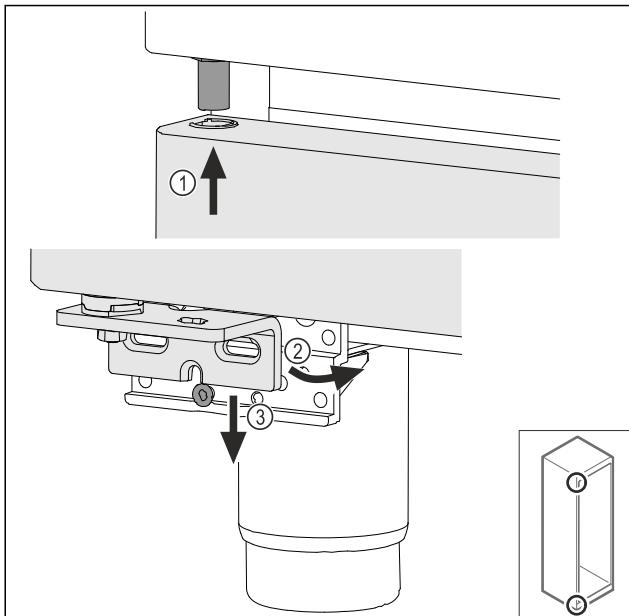

Fig. 74
- ▶ Umetnute vrata lagano nagnuta gore Fig. 74 (1), poravnajte vrata Fig. 74 (2) i dolje ih postavite na vijak podloška ležaja Fig. 74 (3).